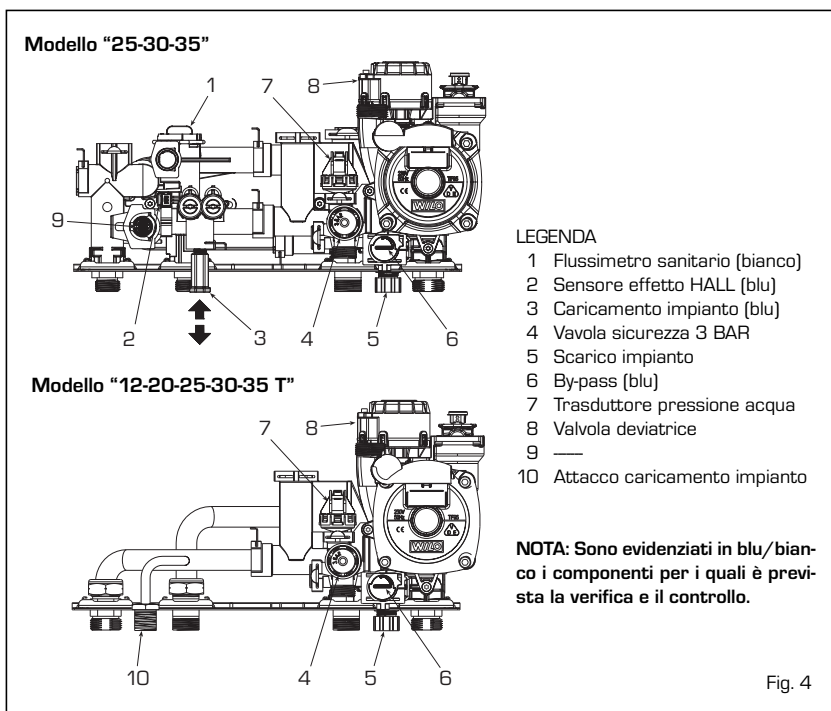

Fig. 4
2.4 RIEMPIMENTO DELL'IMPIANTO (fig. 4)
Il riempimento si effettua agendo sulla manopola di carico telescopica (3 fig. 4). La pressione di caricamento ad impianto freddo deve essere compresa tra 1-1,5 bar.
NB: Nella vers. "T" il caricamento avviene dall'apposito attacco (10 fig. 4).
2.4.1 Svuotamento dell'impianto (fig. 4)
e agire sullo scarico caldaia (5 fig. 4).